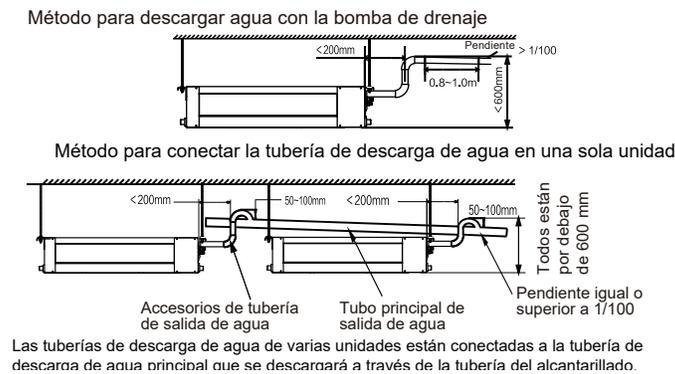
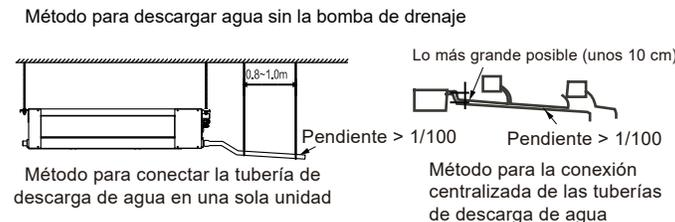

Figura 17
Figura 18
7. Instale las tuberías de descarga de agua como se muestra en la Figura 17 o en la Figura 18. La salida de la tubería de descarga de agua no debe ser superior a la altura de descarga de agua, lo que garantiza una pendiente descendente superior a 1/100.